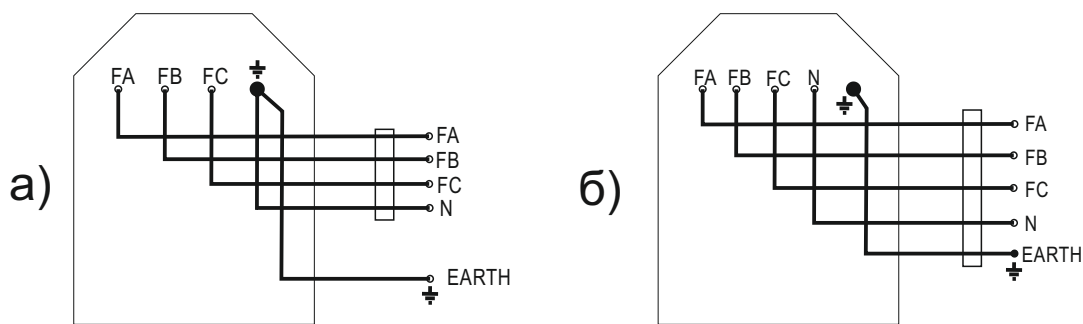

рис. 4.1
**ВНИМАНИЕ!** Подключение аппарата к сети производится по четырехпроводной (а -рис.4.1) или пятипроводной (б-рис.4.1) схеме кабелем сечением не менее  $4\text{мм}^2$